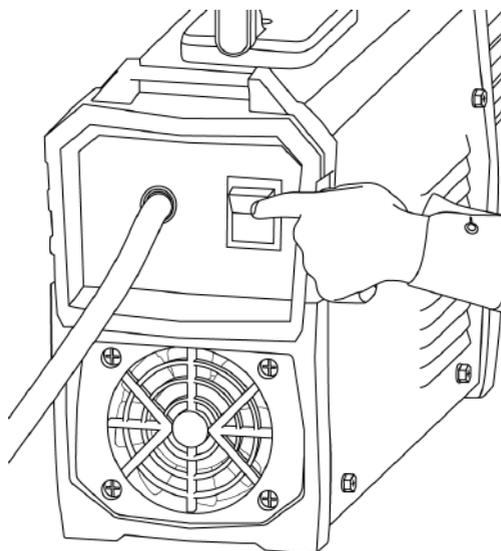

Рис. 9.0.6. Включите аппарат.
3. Включите сварочный аппарат (см. рис. 9.0.6).